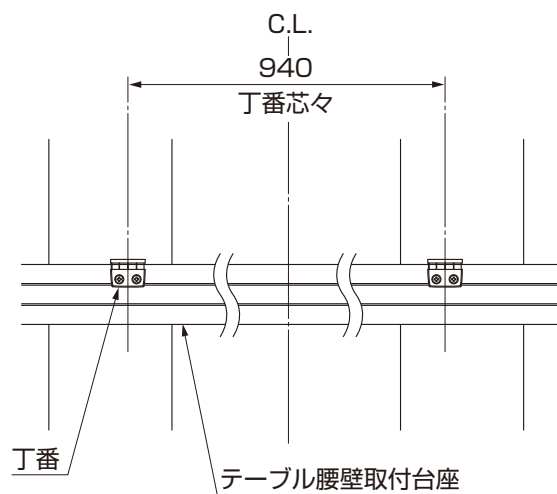

図2-3 丁番の取付け幅
- 丁番間のセンターとテーブル腰壁取付台座のセンターを合わせて取付けてください。(図2-3参照)